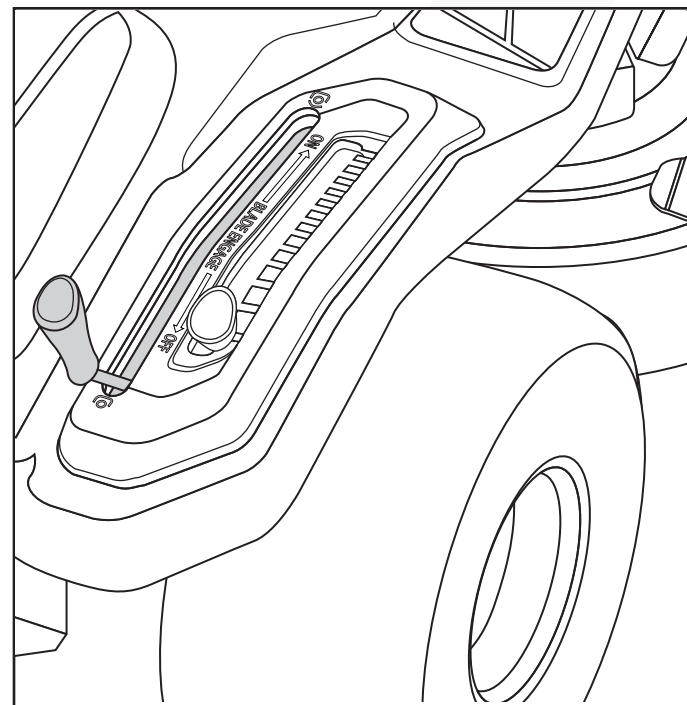

Fig. 23
- Mueva la palanca completamente hacia atrás. (Fig. 23)